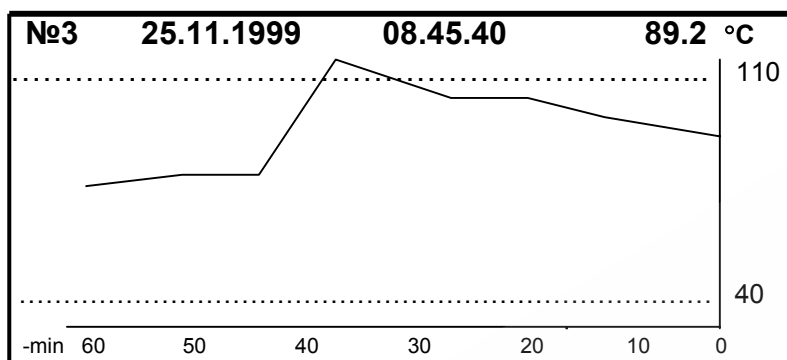

Рис.17. Дисплей в режиме хронологии, текущее окно.
2.3.3.2. В текущем окне показывается: (рис.17)